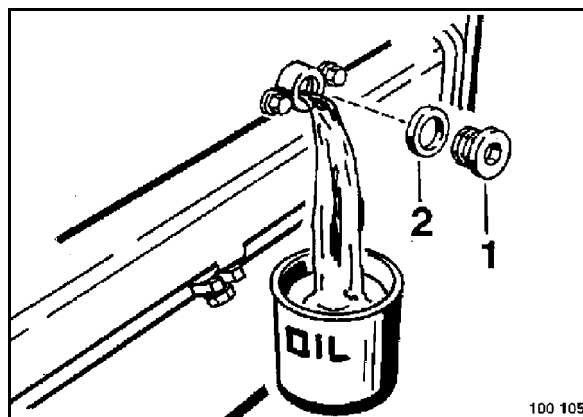

Fig. 58
- Desenroscar el tornillo de descarga (1) (Fig. 58) y recoger el aceite usado saliendo.
- Enroscar el tornillo de descarga provisto de una nueva junta anular (2).